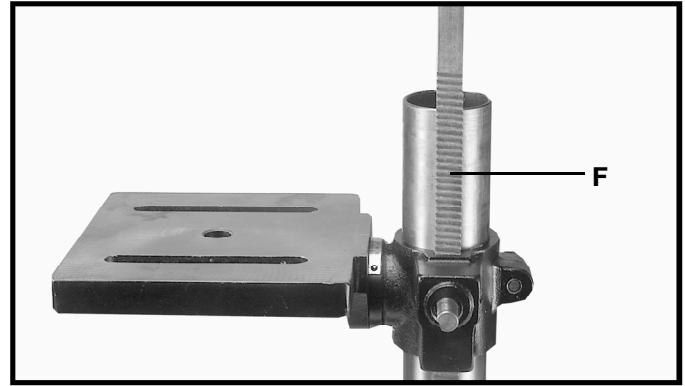
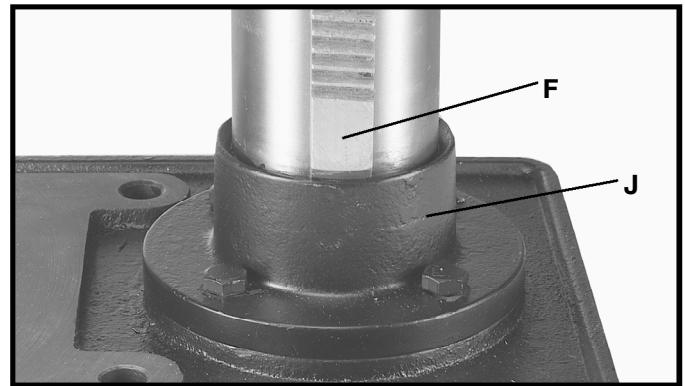

Fig. 7
Fig. 8
4. Insérer la crémaillère (F, fig. 7), la table et le support de table sur la colonne de la perceuse comme illustré. S'assurer que la partie inférieure de la crémaillère (F, fig. 8) est à l'intérieur de la bride (J) de la base de la perceuse à colonne.